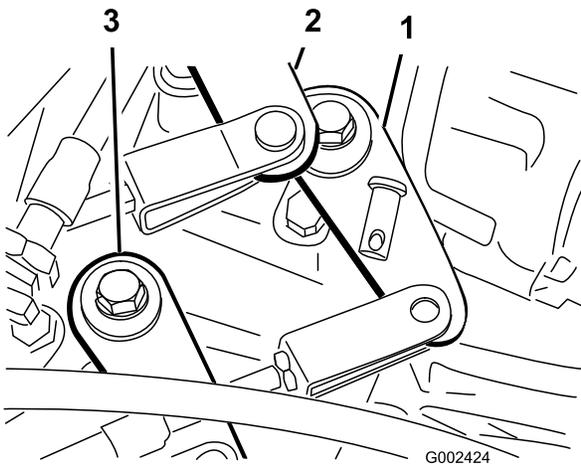

Figura 52
2. Desmonte os passadores que fixam os cabos aos braços de comando das velocidades-eixo da transmissão (Figura 52).
1. Retire o passador que prende o cabo de gama alta/baixa à transmissão (Figura 52).